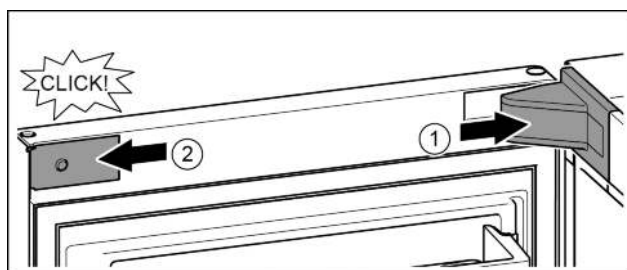

Fig. 22
- Крышку опорного кронштейна установить и зафиксировать, при необходимости, осторожно разжать. Fig. 22 (1)
- Установить сбоку накладку и зафиксировать. Fig. 22 (2)